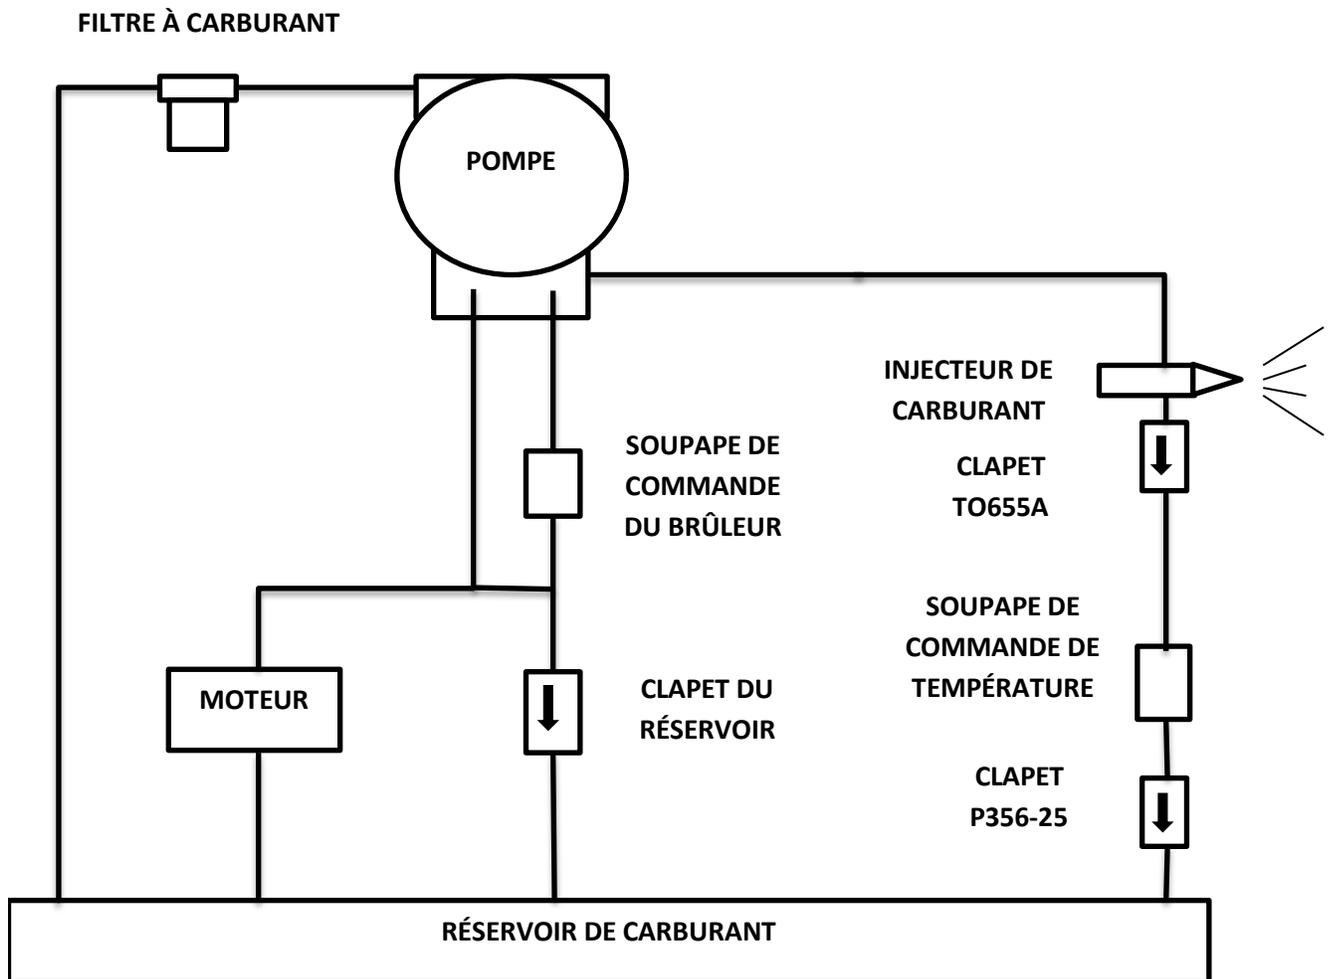

Figure 2-3. Schéma du débit du système d'alimentation en carburant
2.7 Le système d'alimentation en carburant (*voir la figure 2-3*) fournit du carburant à l'appareil de chauffage et au moteur. Le carburant est aspiré d'un réservoir de carburant amovible de 60 litres (16 gallons) suspendu par des sangles à la base de l'appareil de chauffage, à travers un filtre à carburant de type automobile. Une pompe à carburant entraînée par courroie aspire le carburant à travers le filtre et le refoule sous une pression constante vers la chambre de combustion de l'appareil de chauffage et le moteur à essence. Une soupape de carburant de brûleur est prévue pour activer les chambres de combustion et arrêter automatiquement la chambre de combustion au cas où la température de l'air de décharge est dangereusement élevée. La soupape de commande de température est prévue pour commander la température de l'air de décharge entre 66 °C (150 °F) et 121 °C (250 °F). L'injecteur de carburant se trouve dans un support avec des conduites d'entrée et de carburant de dérivation. Le carburant se rend à la buse qui le pulvérise. Lorsque le carburant sort de la buse, il est allumé par la bougie d'allumage dans la chambre de combustion. Le carburant est également dérivé de la buse, à travers un clapet anti-retour, à la soupape de commande de température. Ce clapet anti-retour empêche tout écoulement inverse du carburant vers la buse.